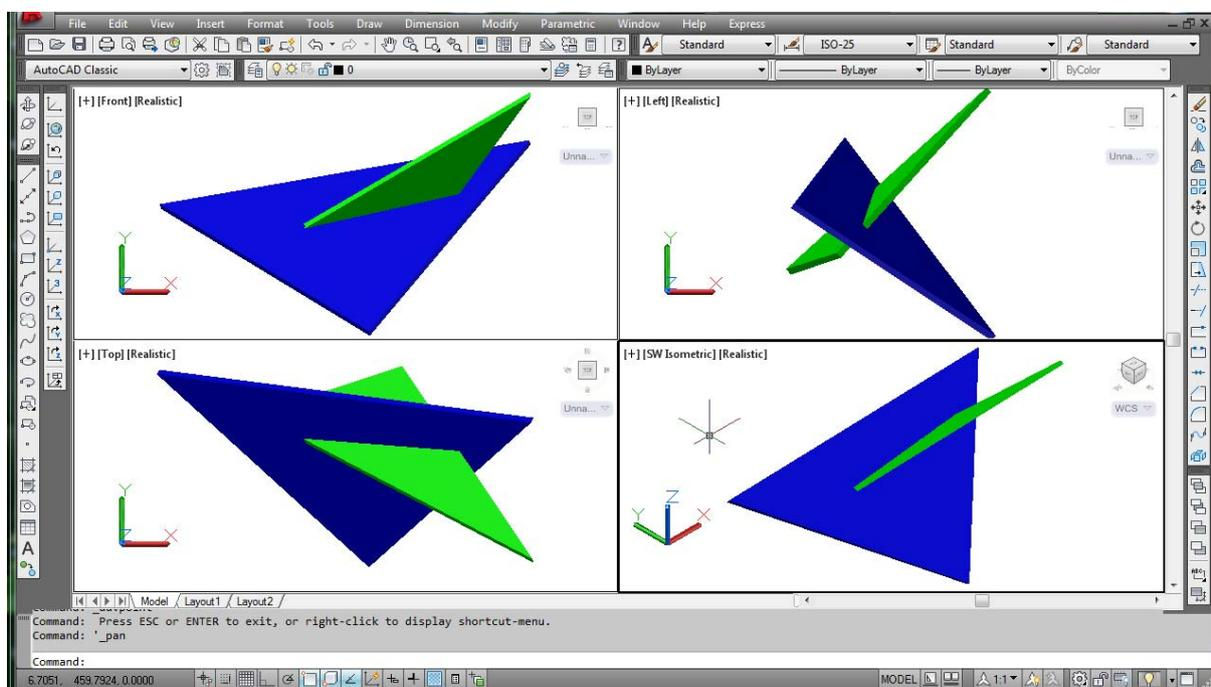

Рис. 2.4. Пересечение плоскостей. Образец выполненного задания
8. Разбить экран на 4 видовых экрана: вид спереди, вид сверху, вид слева и изометрическая проекция (рис. 2.4).